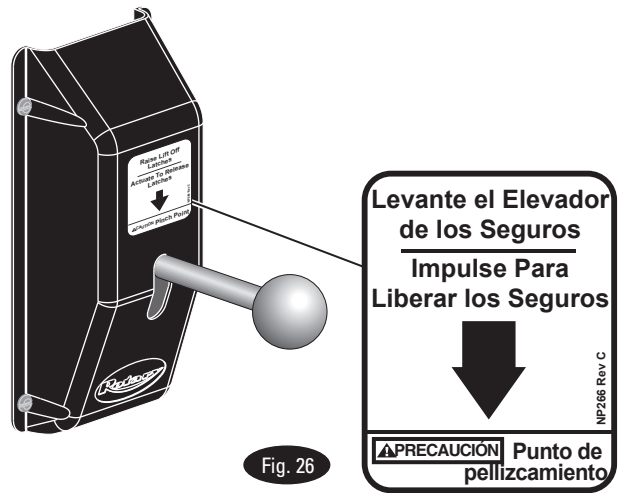

Fig. 26
22. Calcomanía de Liberación de Seguros: Instale la calcomanía de liberación de seguros en la cubierta sobre la manija de liberación de seguros, Fig. 26.